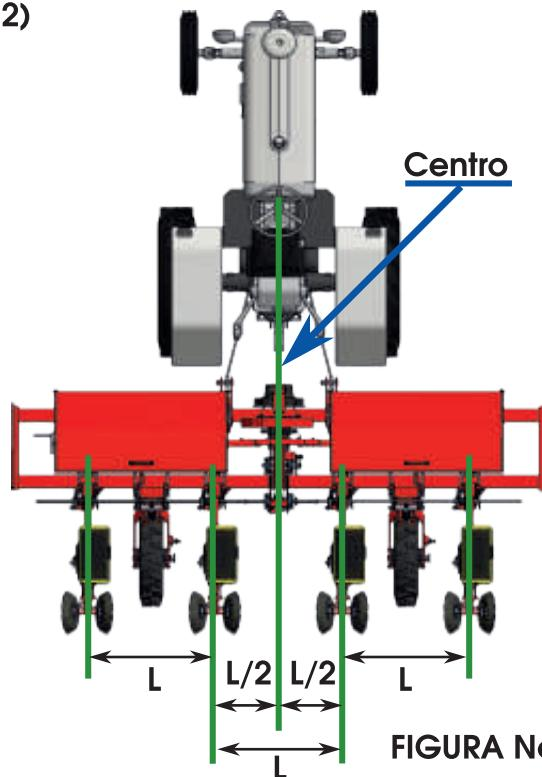

FIGURA No. 2
- Mida la distancia escogida desde cada carro que colocó a derecha e izquierda y coloque los otros carros de siembra. (Figura No. 2)